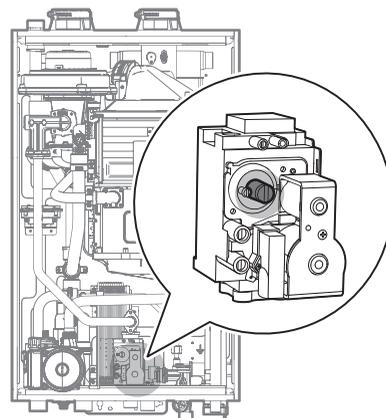

Figure 10. Emplacement de la vis de réglage
- c. Ouvrez entièrement un raccord d'eau chaude et réglez la chaudière pour qu'elle fonctionne en mode MIN 1 étape (reportez-vous au tableau 2). Mesurez la valeur de correction à la puissance minimale d'utilisation et comparez-la aux valeurs indiquées dans le tableau 3. Si la valeur de correction ne correspond pas à la plage indiquée, la vis de réglage de la soupape à gaz doit être ajustée. Si un ajustement est requis, trouvez la vis de réglage, comme cela est indiqué à la Figure 10. À l'aide d'une clé Allen de 4 mm (⁵/₃₂ po) tournez la vis de réglage de 1/4 de tour au maximum, dans le sens horaire pour augmenter la valeur de correction ou dans le sens antihoraire pour la diminuer.